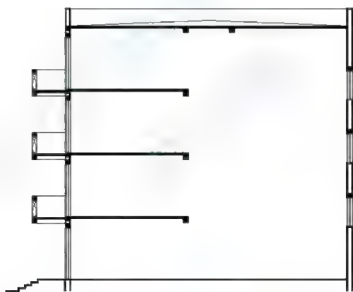

图 4.99 修整剖面图
④ 修整剖面图：用【编辑多段线】命令将墙体加粗并绘制出屋面坡度线和门窗，结果如图 4.99 所示。